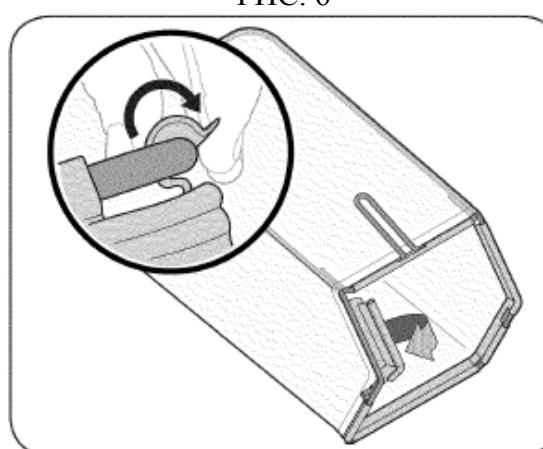

РИС. 7
- Натяните контейнер на рамку до зацепления защелок на рамке (см. Рис. 7).